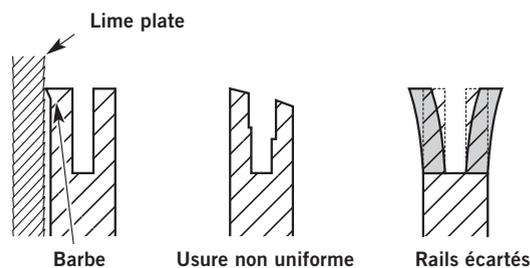

Fig. 39
- Vérifiez fréquemment la barre de guidage pour y déceler tout dommage (Fig. 39). Les déformations et barbes sur les rails du guide font partie de l'usure normale. Ces défauts doivent être limés dès qu'ils apparaissent (Fig. 39). Un guide présentant l'un ou plusieurs des défauts ci-dessous doit être remplacé :